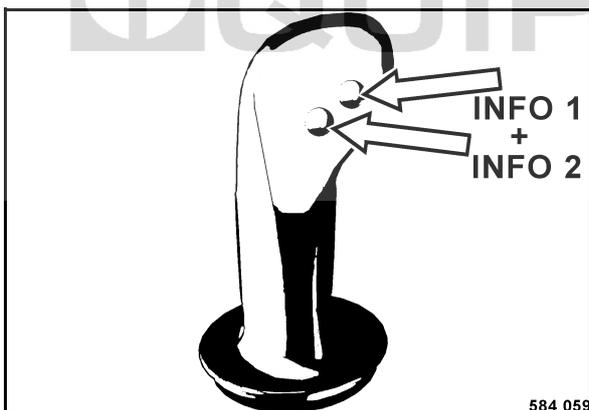

fig. 64
- Appuyer sur les deux touches Info (fig. 64) pendant plus de trois secondes pour accéder au mode d'enregistrement.